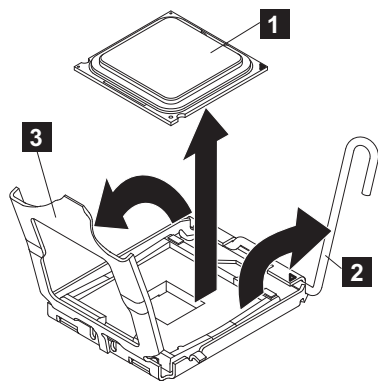

Figura 309. Abrindo o quadro de suporte do microprocessador do SAN Volume Controller 2145-CG8 ou 2145-CF8
1. Para abrir o soquete em preparação para a inserção do microprocessador, pressione para baixo e para fora a alavanca de liberação (**2** na Figura 309) como você fez para remover o microprocessador e erga a alavanca de liberação do microprocessador até que ela pare na posição totalmente aberta.